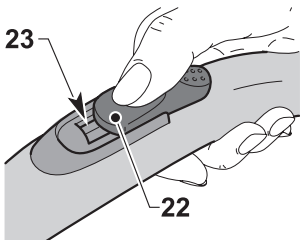

Fig. 10
*Per modelli dotati di impugnatura ergonomica è possibile regolare la forza di aspirazione agendo sul selettore (22 Fig. 10).*
*Aperto la finestrella (23 Fig. 10) si ha una minore azione aspirante.*